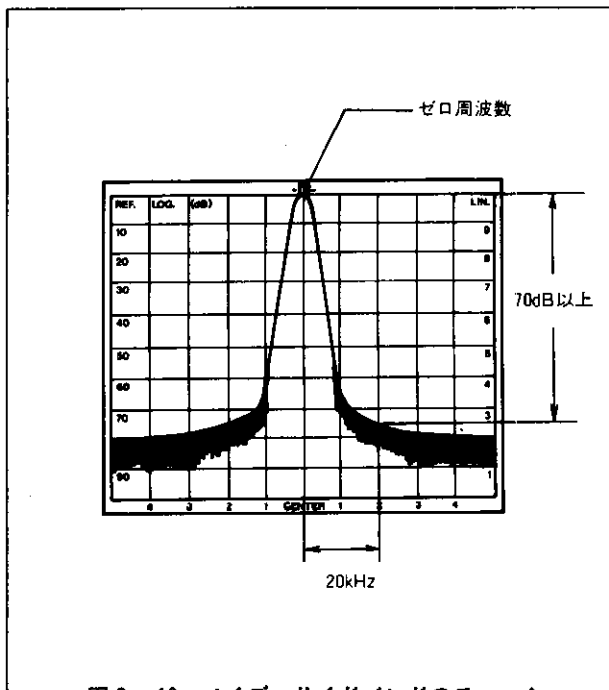

図3-19 ノイズ・サイドバンドのチェック
4. 波形の中心(**CENTER**)から20kHz(2div.)以上離れた点のノイズのピークと、波形のピーク・レベルの差が70dB以上あることをチェックします。〔図3-19〕